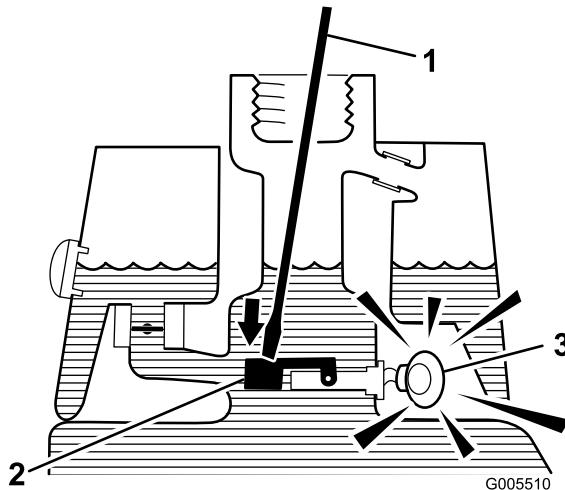

図 30
3. 汚れのない棒やドライバを差し込んで、フロートを軽く押さえてやる(図 30)。1秒後にアラームが鳴れば正常である。